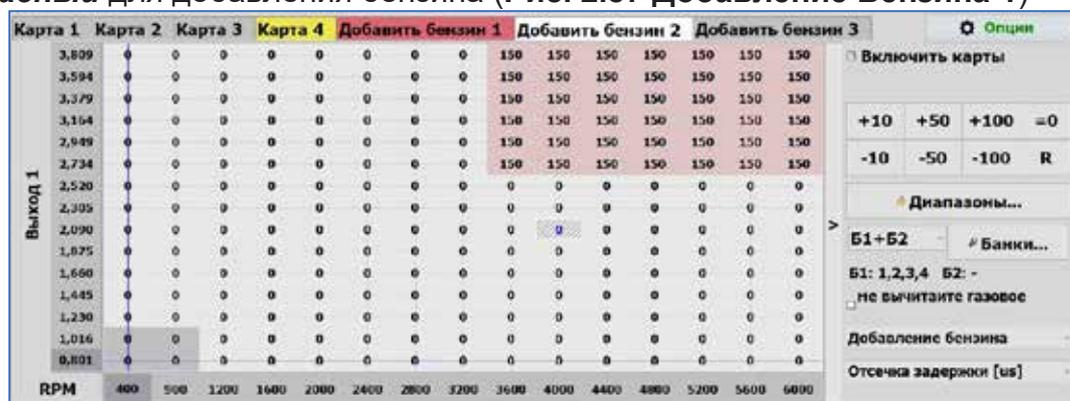

Рис. 2.87 Цвета карт коррекций
Выбранная вкладка карты коррекции выделена белым цветом. Вкладки отключенных карт имеют темно-серый цвет (Рис. 2.87, Карта 4). Вкладка активной карты
коррекции, в которой все точки установлены на 0%, светло-серая (Рис. 2.87, Карта 2). Если для карты коррекции установлены некоторые значения, то цвет вкладки будет следующим:
- **Желтый** для добавления газа 1-4 (Рис. 2.87 Карта 4)
- **Красный** для добавления бензина (Рис. 2.87 Добавление Бензина 1)